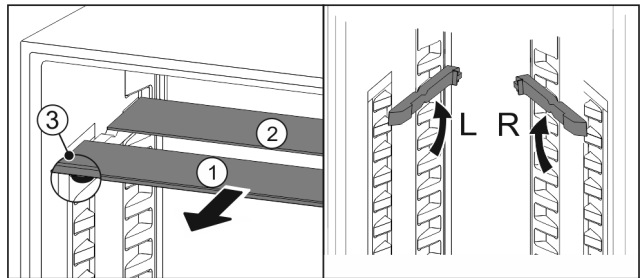

Fig. 119
- Glasplatten einzeln nach vorne herausziehen Fig. 119 (1).
- Glasplatte Fig. 119 (1) mit Zierleiste liegt vorne.
- Stopps Fig. 119 (3) zeigen nach unten.